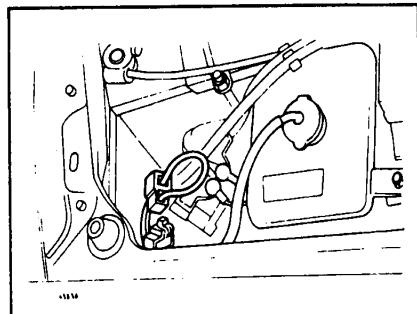

Рис. 2 Контрольный разъем
- Закоротите клеммы контрольного разъема, рис. 2.